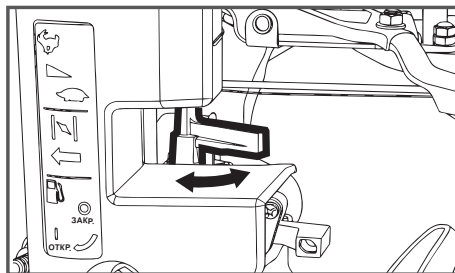

Рис. 16. Рычаг управления воздушной заслонкой
2. Закройте воздушную заслонку карбюратора. Для этого переведите рычаг управления воздушной заслонкой в крайнее левое положение (Рис. 16).